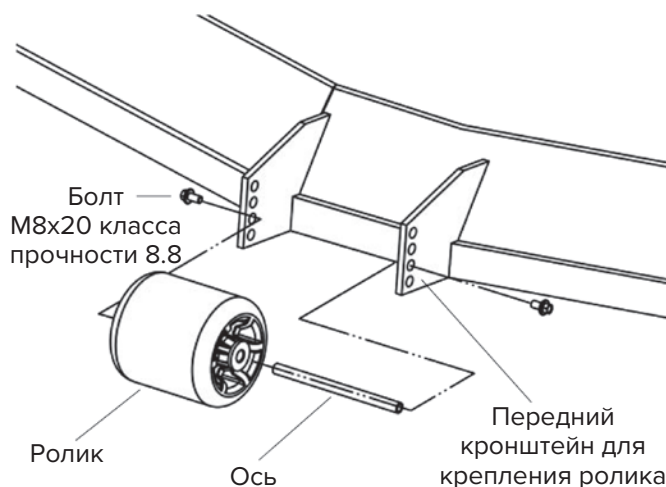

Рис. 17
- А. Убедитесь, что крепежные болты роликов установлены с использованием тарельчатой шайбы между головкой болта и крепежным кронштейном (см. рис. 17).